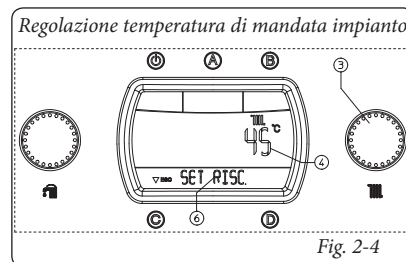

Fig. 2-4
• **Inverno ()**: in questa modalità la caldaia funziona sia in riscaldamento acqua calda sanitaria che riscaldamento ambiente. La temperatura dell'acqua calda sanitaria si regola sempre tramite il selettore (1), la temperatura del riscaldamento si regola tramite il selettore (3) e la relativa temperatura viene visualizzata sul display (24) mediante l'indicatore (4) e compare l'indicazione "SET RISC." (Fig. 2-4). Ruotando il selettore (3) in senso orario la temperatura aumenta e antiorario diminuisce.